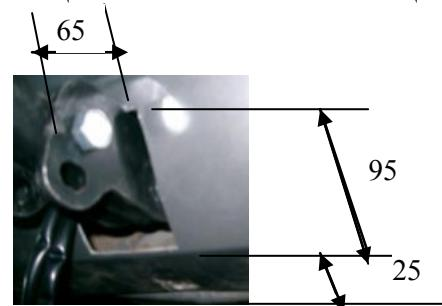

Рис.2. Вырез в бампере.
4.4 Сделать в бампере вырез (95 мм глубиной, 65 мм шириной). См. рис.2. Установить снятые детали (кроме буферного бруса) на место.